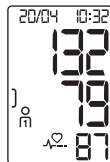

Fig. 1
- À la fin de la mesure, les valeurs de pression systolique et diastolique ainsi que le pouls (cf. Fig. 1) s'affichent simultanément sur l'écran.